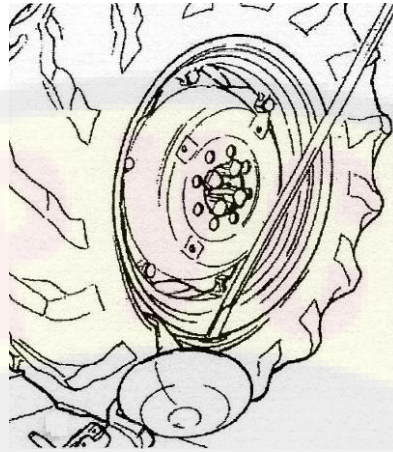

Рисунок 23
– Вставьте рычаг LA (см. Рисунок 23) между ободом и бортом справа от устройства.
- Опустите рычаг устройства (поз. 14, Рисунок 23) в рабочее положение, пока он не защёлкнется в нужном положении.